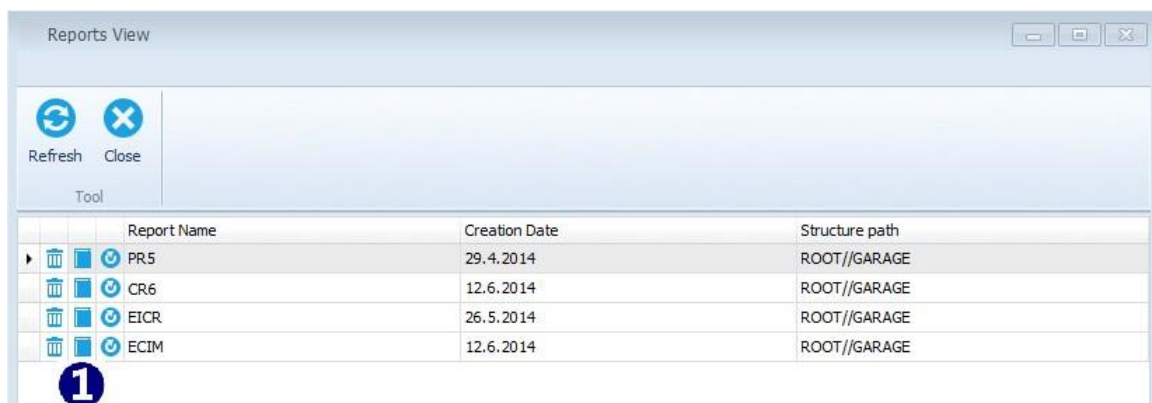

Abbildung 11.1: Fenster "Berichte verwalten"
• **Manage** : Ein Klick auf das Symbol öffnet die Liste der vorhandenen Berichte (**Abbildung 11.1**) zur Verwaltung. Jeder Bericht kann zur Bearbeitung geöffnet, gelöscht oder neu erstellt werden (❶):